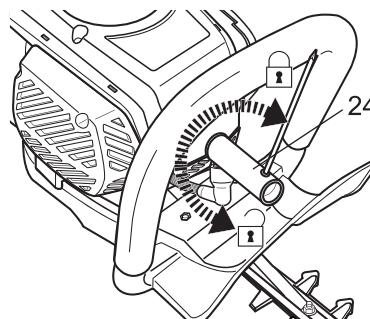

Fig. 28
- > Desserrez la bougie avec l'outil multifonction (24) dans le sens inverse des aiguilles d'une montre et enlevez-le soigneusement (Fig. 28).